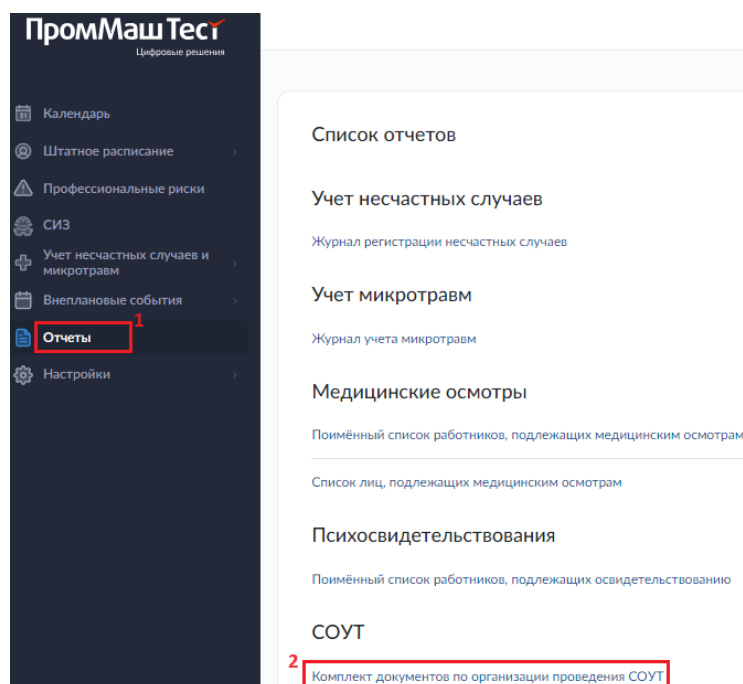

Рисунок 125. Раздел «Отчеты». Подраздел «СОУТ»
Формирование Комплекта документов по организации проведения СОУТ проводится по нажатию кнопки (2) в разделе «Отчеты» (1) (рис. 125)